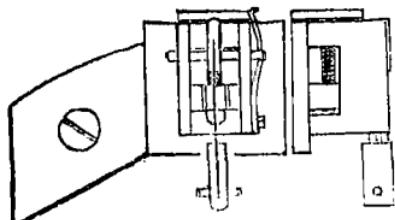

Рис. 211. Подвес на длинном пендельфедере.
2) подвес на длинном пендельфедере с приспособлением для регулировки (рис. 211).
1) подвес на неподвижно закрепленном пендельфедере (рис. 211), но с изменяющимся положением точки его сгиба при каждом «передвигании» регулирующего градусника;